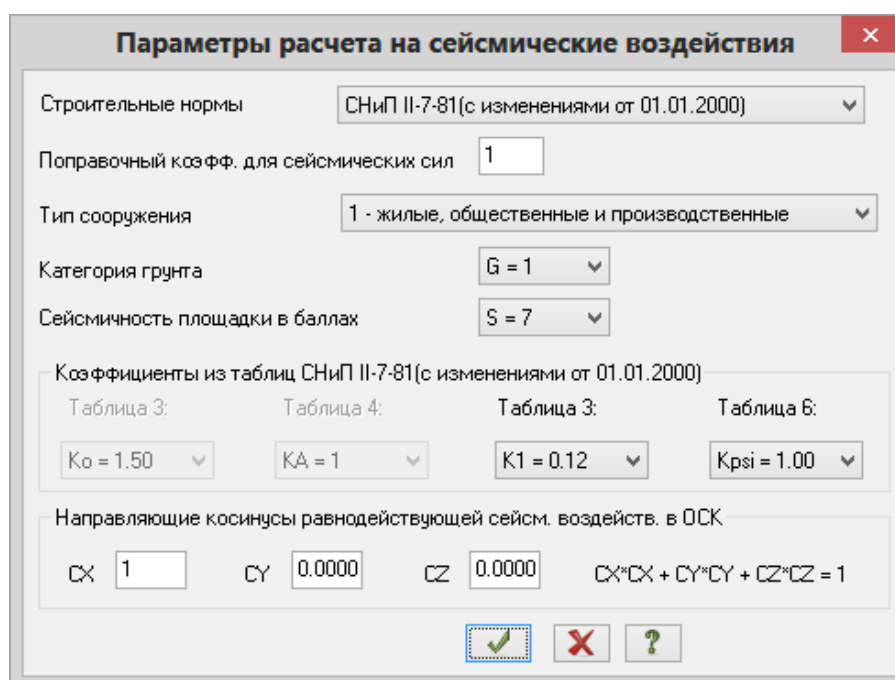

Рис.3.25. Диалоговое окно **Параметры расчета на сейсмические воздействия**
- В диалоговом окне **Параметры расчета на сейсмические воздействия** (рис.3.25) задайте следующие параметры: